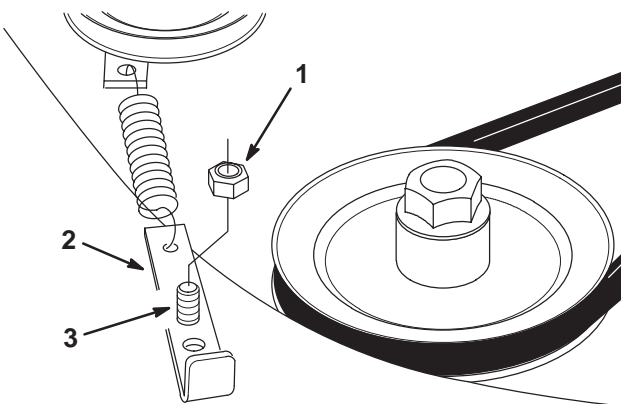

Figure 30
2. Soulevez l'ancrage du ressort et dégagez-le de la vis d'assemblage (Fig. 30).
3. Reposez l'ancrage sur la vis d'assemblage en utilisant le trou approprié pour augmenter la pression du ressort sur la poulie folle du plateau (Fig. 30).
4. Remettez l'écrou sur la vis d'assemblage et serrez-le (Fig. 30).